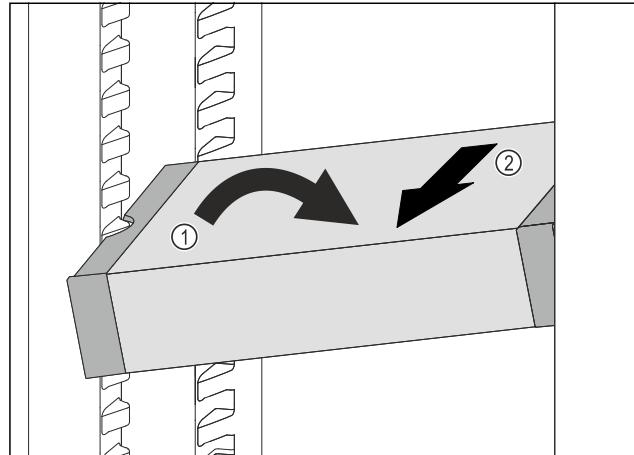

Fig. 69
- VarioSafe postavte v chladničke šikmo. Fig. 69 (1)
- VarioSafe vyberte dopredu. Fig. 69 (2)